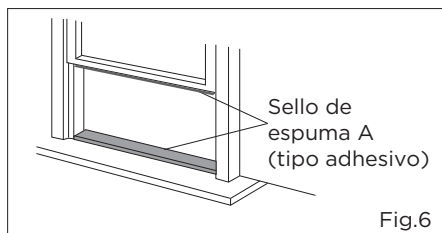

Fig.6
1. Cortar los sellos de espuma (tipo adhesivo) a las longitudes adecuadas e instalarlos en la ventana y en el caballete (Fig.6).